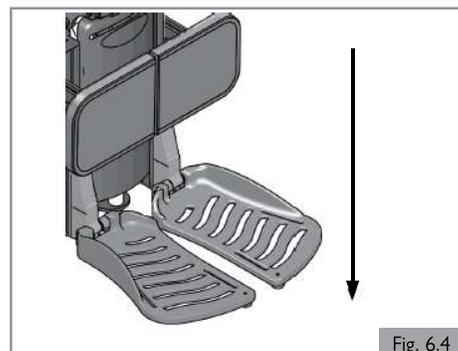

Fig. 6.4
Baje la placa para pies central (Fig. 6.4).
4. Empuje la palanca de mando hacia delante hasta que los reposapiés se apoyen completamente en el suelo. (Fig. 6.4)